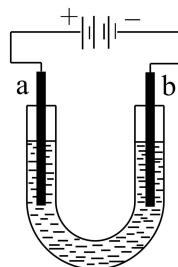
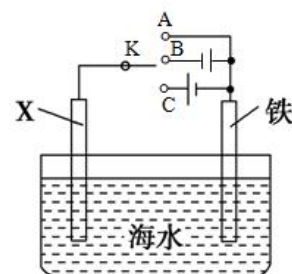

图 2
图 3
(2) 电解池在工业及生产中广泛应用, 其原理如图 2 所示。
①电镀时, b 电极应为_____ (填“镀件”或“镀层金属”); 精炼铜时, 电解质溶液中 Cu^{2+} 的浓度_____ (填“增大”、“不变”或“减小”)。
②氯碱工业中, a 电极上发生的电极反应式为_____。
(3) 利用图 3 装置, 可以模拟铁的电化学防护。
①若 X 为碳电极, 为减缓铁的腐蚀, 开关 K 应置于_____ 处 (填“ A ”、“ B ”或“ C ”)。
②若 X 为锌电极, 开关 K 置于 A 处, 该电化学保护法称为_____。
(1) 甲烷燃料电池采用铂作电极催化剂, 电池中的质子交换膜只允许质子(H^+)和水分子通过。该电池是将甲烷和氧气的燃烧反应的化学能转化为电能。通入甲烷的电极为负极, 通入空气的电极为正极。
①由以上分析可知，Pt(a)电极是电池的负极，甲烷失去电子生成二氧化碳，电极反应式为：
②在原电池中，阳离子移向正极，所以电解质溶液中的 H^+ 向b极移动，电流从正极出发，流入负极，则电子流入的电极是a极。
③该电池工作时消耗标准状况下11.2L CH_4 即0.5mol CH_4 ，甲烷中碳元素的化合价从-4价升高到二氧化碳中的+4价，1mol CH_4 失去8mol电子，则0.5mol甲烷失去4mol电子，即电路中通过4mol电子。
(2)①由图2可知，a为电解池阳极，b为电解池阴极。电镀时，镀件作阴极，镀层金属作阳极；精炼铜时，纯铜作阴极，粗铜作阳极，电解质溶液中 Cu^{2+} 的浓度减小。
②氯碱工业中，阳极生成 Cl_2 ，阴极生成 NaOH ，a电极发生的电极反应方程式为 $2\text{Cl}^- - 2\text{e}^- = \text{Cl}_2\uparrow$ 。